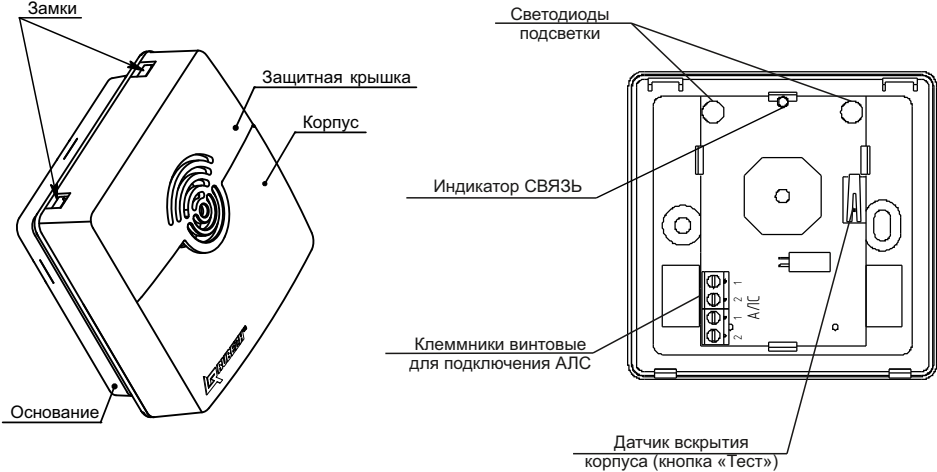

Рисунок 3
- 2.5 Для информации о состоянии оповещателя предусмотрен оптический индикатор СВЯЗЬ (см. рисунок 3). Режимы индикации приведены в таблице 1.
6.5 Для установки оповещателя необходимо отжать замки и аккуратно отсоединить корпус вместе с защитной крышкой от основания (см. рисунок 3).